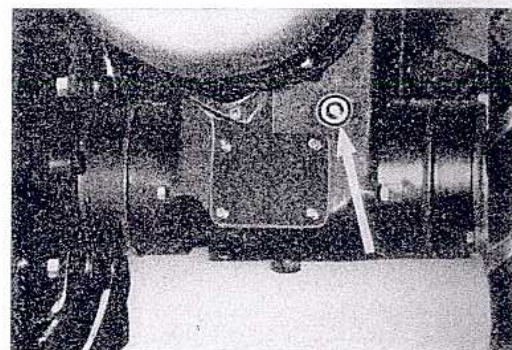

Fig. 1
1. Kontroller oljestanden i gearkassen (11) ved hjelp av kontrollglasset bak på gearkassen (fig. 1). Oljestanden må aldri være under kontrollglasset. Hvis det er nødvendig med oljefylling, skru av pluggen (10), se fig. 22, s. 19, og fyll opptil den